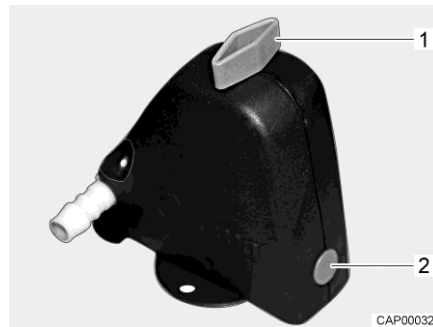
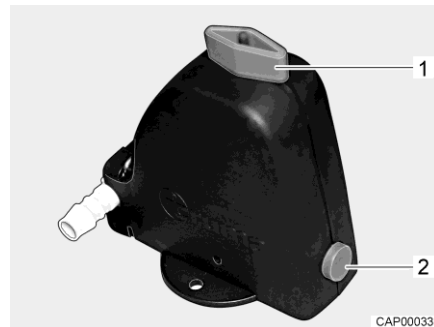

Bild 65 Sicherheits-/Ablassventil geschlossen
Bild 66 Sicherheits-/Ablassventil geöffnet
- Sicherheits-/Ablassventil (Bild 65) öffnen. Dazu Drehknopf (Bild 65,1) längs zum Sicherheits-/Ablassventil drehen. Der Druckknopf (Bild 65,2) springt heraus. Das geöffnete Sicherheits-/Ablassventil ist in Bild 66 dargestellt.